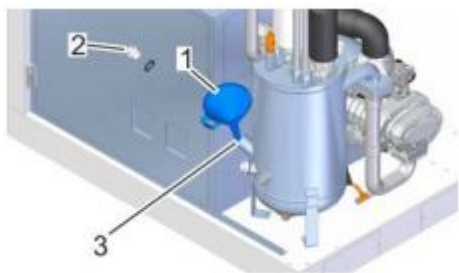

Рис. 33: Заправочный патрубок
6. ➔ С помощью воронки (Рис. 33/1) залейте охлаждающую жидкость до соответствующего уровня заправочного патрубка (Рис. 33/3).
8. ➔ Верните на место пробку наливного отверстия (Рис. 33/2) и закрутите.